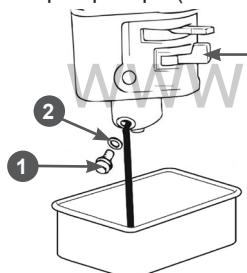

Рис. 32 Обслуживание карбюратора
1. Установите рычаг 3 топливного крана (Рис. 32) в положение «ЗАКРЫТО».
3. Открутите болт 1 сливного отверстия и сплейте топливо из поплавковой камеры карбюратора (Рис. 32).
- Слейте топливо из топливного бака и карбюратора (Рис. 32).